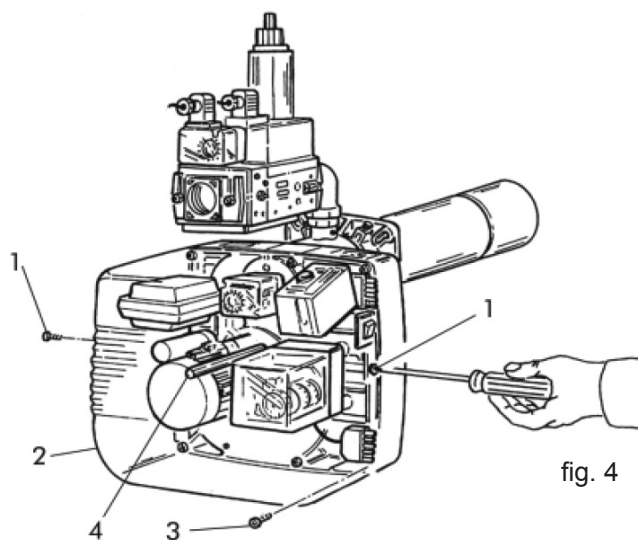

fig. 4
Para acceder a los componentes principales es suficiente quitar la tapa protectora (fig.4). El mantenimiento en la cabeza de combustión se efectúa de la siguiente manera:
- Destornillen los tornillos 1 y quiten la tapa protectora 2 (fig.4).
- Destornillen los tornillos 3 y el perno central 4 (fig.4).